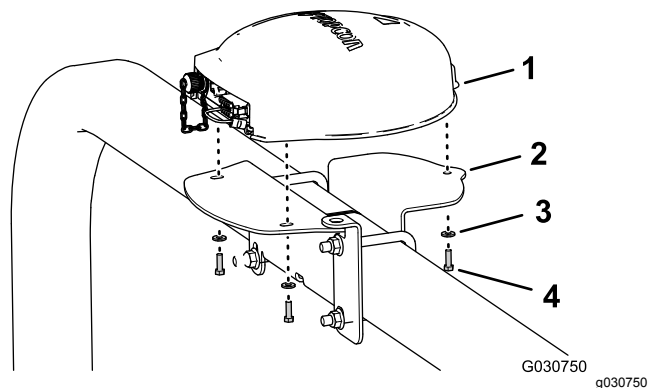

Рисунок 126
4. Совместите три резьбовых отверстия в основании навигационного приемника с тремя отверстиями в креплении приемника (Рисунок 126).
5. Установите приемник на крепление (Рисунок 126) при помощи трех болтов с шестигранными головками (5 x 16 мм) и трех шайб (5 мм).